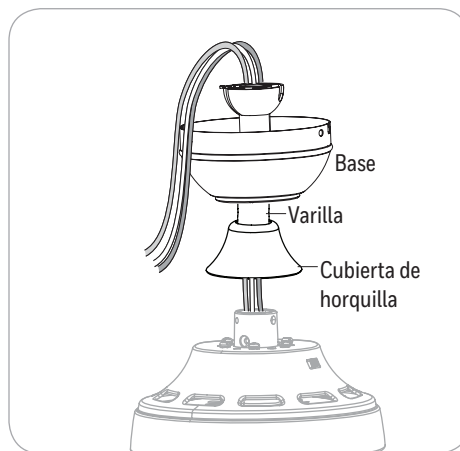

Figura 3.2
2. Pase los cables provenientes de la horquilla a través de la cubierta de horquilla, la base y la varilla (Figura 3.2).